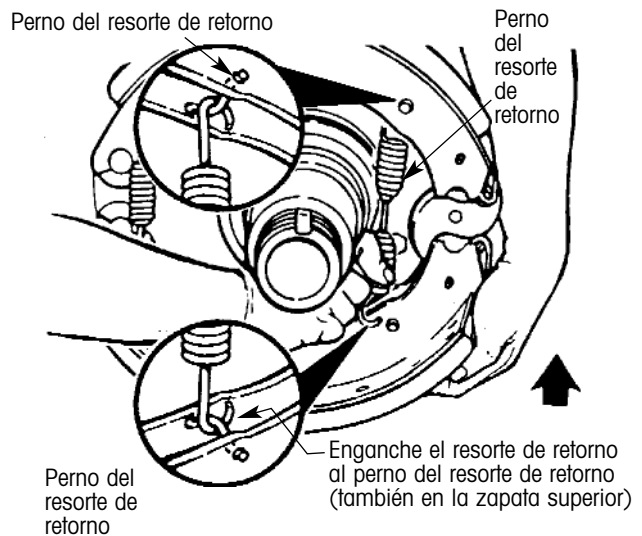

Figura 29. Colocando el nuevo resorte de retorno de frenos
1. De ser necesario, instale un nuevo perno para el resorte de retorno (figura 29) en las zapatas de freno de reemplazo superior e inferior.
7. Levante la zapata de frenos inferior y enganche el resorte de retorno de frenos a los pernos del resorte de retorno superior e inferior (figura 29).
1. De ser necesario, instale un perno de resorte de retorno (ver figura 29) en las zapatas de freno de reemplazo superior e inferior.